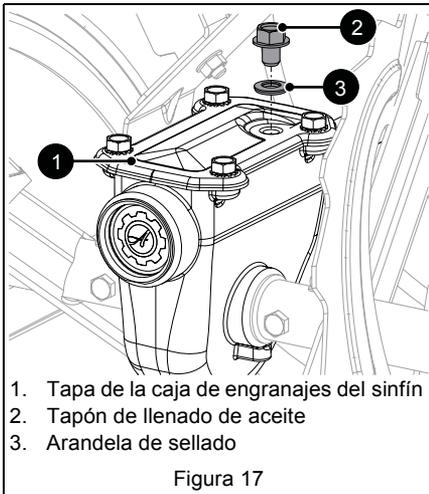

Figura 17
2. Quite el tapón de llenado del aceite y la arandela de sellado. Ver Figura 17.